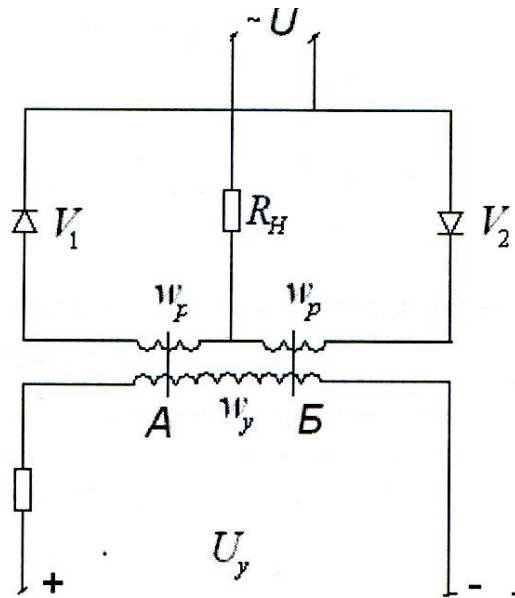

Рис.5.5. Магнитный усилитель.
**Пример 4.** Составить дифференциальное уравнение и определить передаточную функцию магнитного усилителя (рис. 5.5).